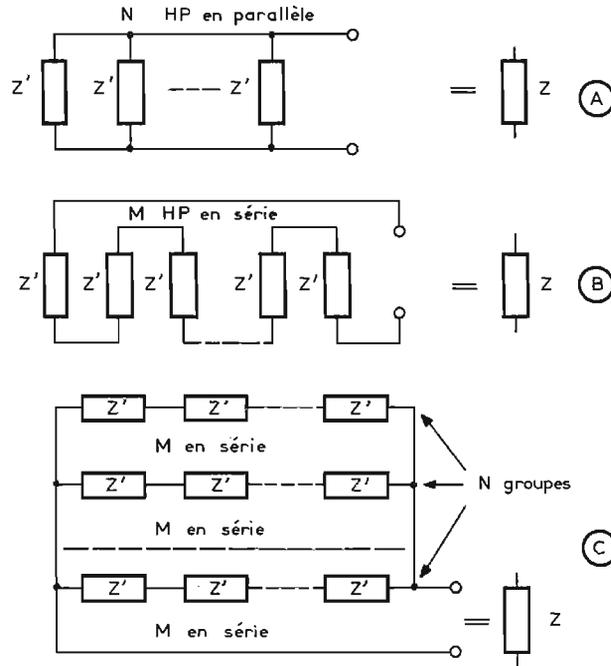

Fig. 6
Montage 1 : Les N haut-parleurs d'impédance Z' sont en parallèle, ce qui correspond à la disposition de la figure 6 (A). Il est évident que l'on a $Z = Z'/N$ et $Z' = NZ$.
Montage 2 : les M haut-parleurs sont montés en série comme l'indiqué la figure 6 (B). On a, évidemment : $Z = MZ'$ et $Z' = Z/M$.
dérer $X = MN$ haut-parleurs groupés comme le montre la figure 6 (C) sur laquelle le nombre des HP en série est M et celui des groupes de M HP en série, montés en parallèle est N .